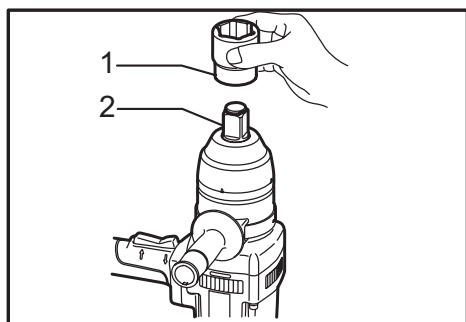

Fig.3
► **Fig.3:** 1. Socket 2. Anvil